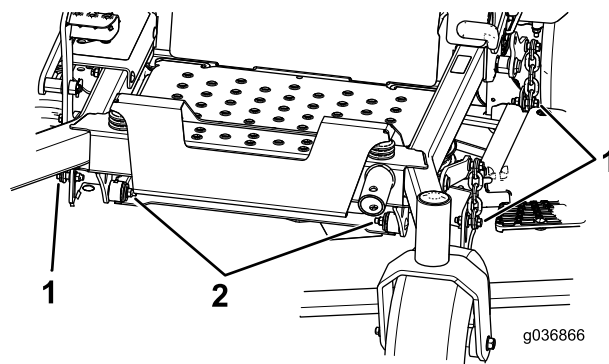

Figura 84
8. Retire y guarde los pernos y las tuercas de ambos lados de la máquina (Figura 84).